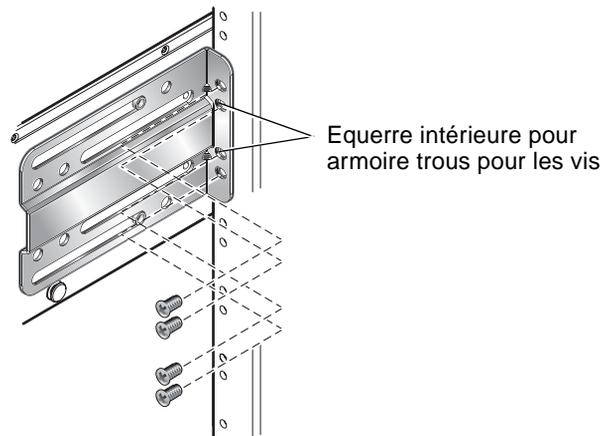

FIGURE 3-11 Fixation de l'avant du châssis à l'armoire (armoire 19" à deux colonnes)
4. Tenez le châssis devant l'armoire et fixez les équerres avant (FIGURE 3-11).